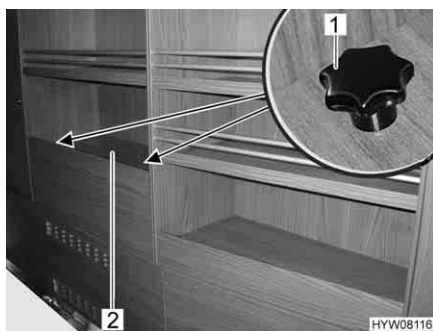

Fig. 230 Copertura del filtro di lanugine
- Svitare le viti a testa cilindrica zigrinata (Fig. 230,1).
- Rimuovere la copertura (Fig. 230,2).